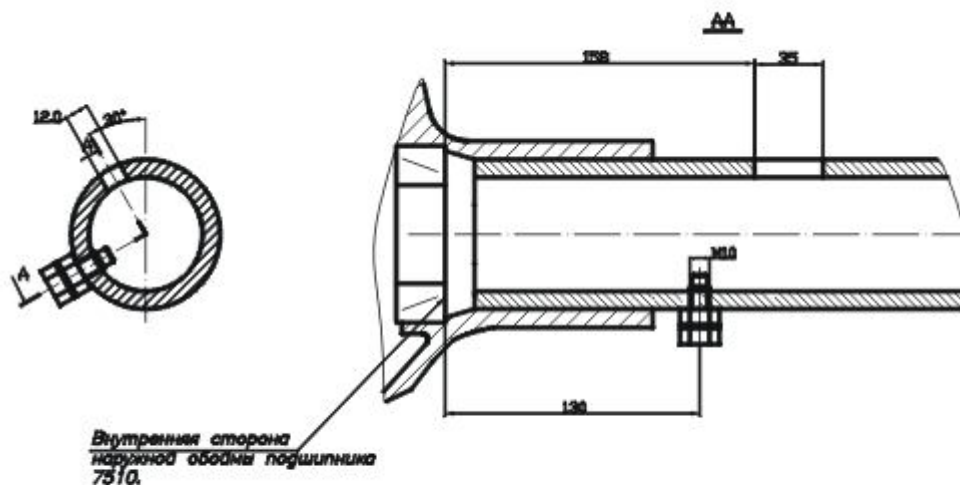

Рис.2.
3.1. В правой половине заднего моста просверлите отверстие, для установки направляющего болта (рис. 2).
3.2. В соответствии с рис. 2 сделайте паз для установки вилки включения блокировки дифференциала.